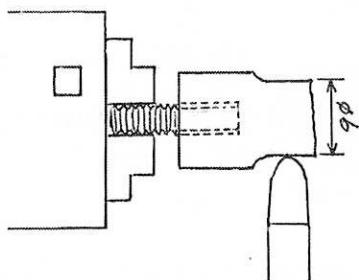

図7 ピストンの試し削り
こで市販のM4ステンレスの長ねじの登場である。連接棒下端部が加工された自作連接棒では、主軸チャックに固定する際に少々難があるためである。手順は、①ピストンに市販のM4の長ねじを組み込む。②長ねじ部を主軸チャックに固定し、長めに作っておいたピストン上部の試し削り部を外周削り（図7）する。ま